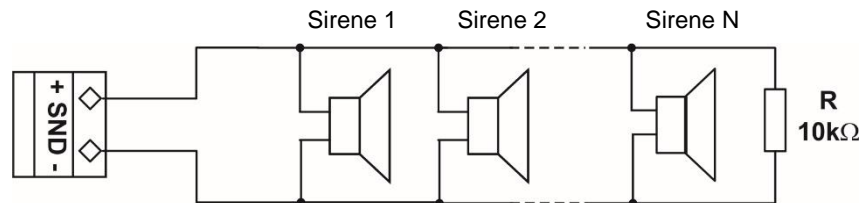

Abbildung 18
An jeden überwachten Ausgang SND können mehrere Sirenen angeschlossen werden - Abbildung 18. Die maximale Anzahl der Sirenen, die in den Stromkreis angeschlossen werden können, hängt von ihrem Gesamtverbrauch ab, der 0.5A nicht überschreiten sollte.
- Die Verbindung zwischen dem iRIS8-Panel, der Adapterbox für den Schlüsseltresor und dem Dialer wird über adressierbare Module mit Ein- und Ausgängen der SensorIS-Serie (MIO22, MIO22M, MOUT, MINP, MIO04, MIO40) realisiert und kann nur für Ausgänge verwendet werden, sowie für die programmierbaren Relaisausgänge auf dem Panel – Abbildung 18. Abhängig von der Systemkonfiguration und den Möglichkeiten können verschiedene Kombinationen von Modulen und Bedienfeldausgängen verwendet werden.